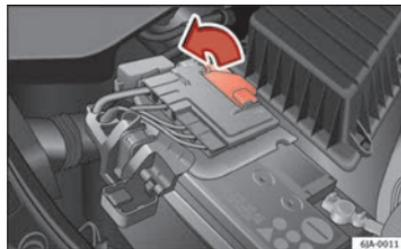

Abb. 129 Batterie: Öffnen der Abdeckung
- Öffnen Sie die Batterieabdeckung in Pfeilrichtung ⇒ Abb. 129.